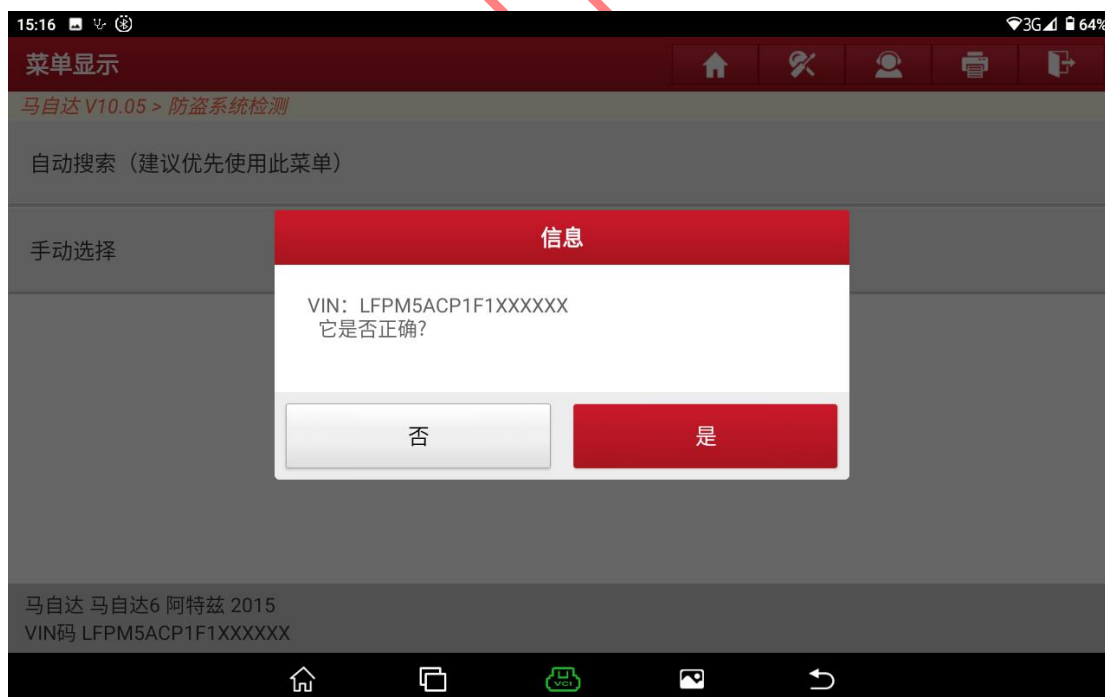

图 A5
3. 选择确认车辆 VIN 码是否正确，“否”需要手动输入正确的 VIN 码，“是”则下一步（图 A5）；